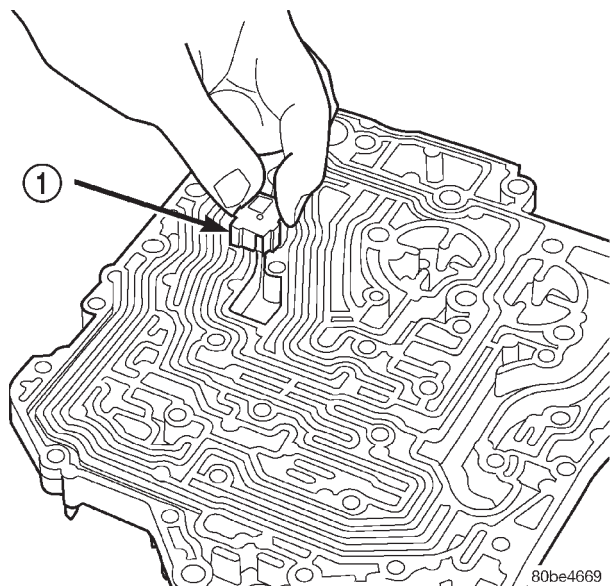

Fig. 339 Instalación de la válvula térmica
(6) Instale la válvula térmica dentro de la placa de transferencia (Fig. 339).